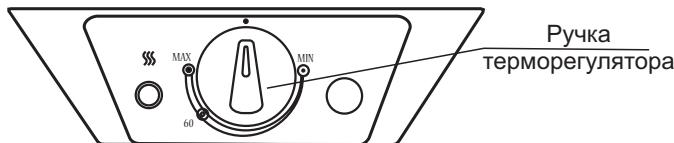

Рисунок 2 - Панель управления ЭВН моделей 3W30V1, 3W40V1, 3W50V1, 3W60V1
- в ЭВН **моделей 3W30V1, 3W40V1, 3W50V1, 3W60V1** регулировка осуществляется с помощью выведенной наружу ручки терморегулятора. Поворотом ручки терморегулятора по часовой стрелке увеличивают температуру нагрева воды, против часовой стрелки - уменьшают. Для ориентации на шкале обозначено положение ручки терморегулятора, соответствующее нагреву воды примерно до 60 °C (см. рисунок 2).